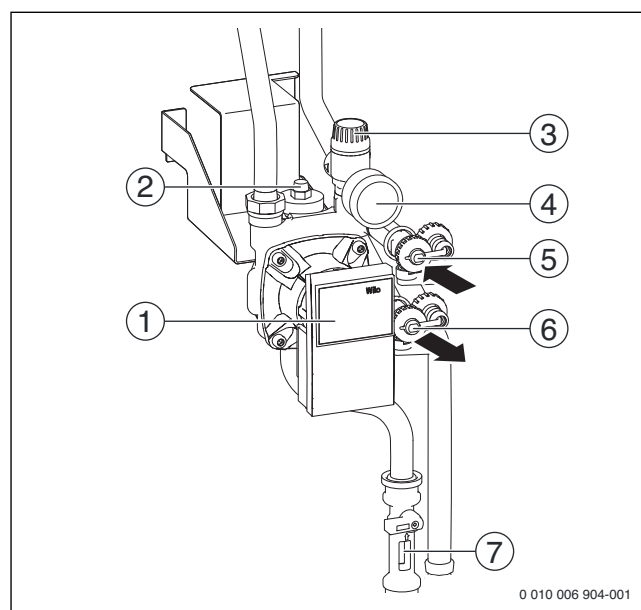

Fig. 69 Aperçu du groupe solaire
- Raccorder le dispositif de remplissage comme représenté dans la fig. 69.
- Ouvrir les robinets de remplissage et de vidange. (→ fig. 69, [5] et [6]).
- Pendant la purge, brider plusieurs fois rapidement le robinet de remplissage et de vidange côté aspiration (→ fig. 69, [6]), puis l'ouvrir rapidement entièrement. Les bulles d'air qui se sont accumulées dans la conduite peuvent ainsi se résorber.